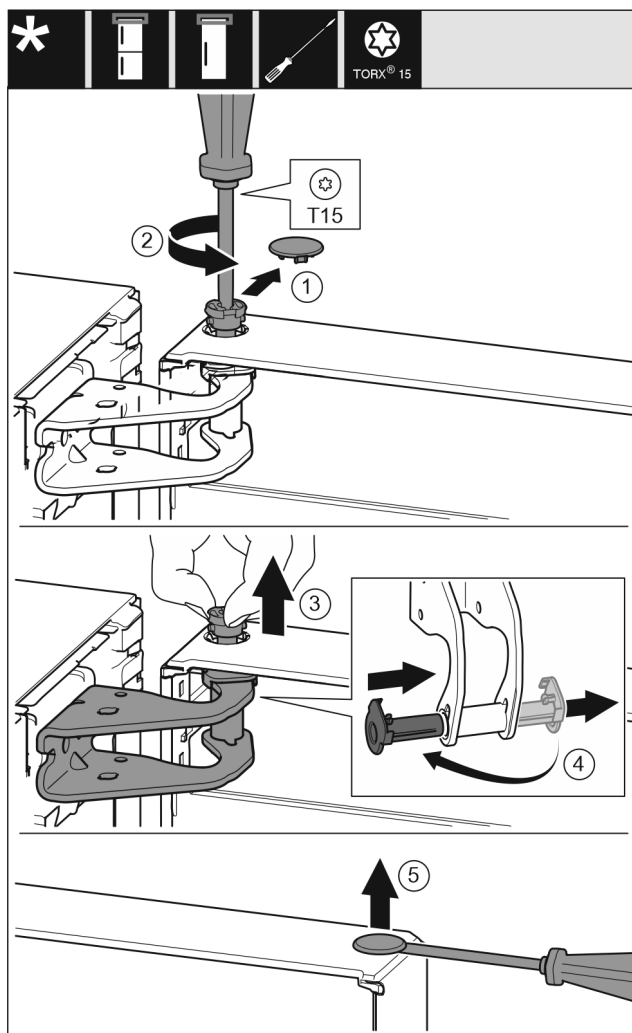

Fig. 9
- ▶ Óvatosan húzza le a biztonsági fedelet. Fig. 9 (1)
- ▶ Tekerje ki a csapot egy kissé a T15 csavarhúzóval. Fig. 9 (2)
- ▶ Tartsa meg az ajtót, és húzza ki a csapszeget az ujjával. Fig. 9 (3)
- ▶ Húzza ki a csapágyperselyt a vezetősinből. Helyezze be a másik oldalról, és pattintsa a helyére. Fig. 9 (4)
- ▶ Óvatosan emelje ki a dugaszt az ajtó csapágyperselyéből lapos csavarhúzóval, és húzza ki. Fig. 9 (5)